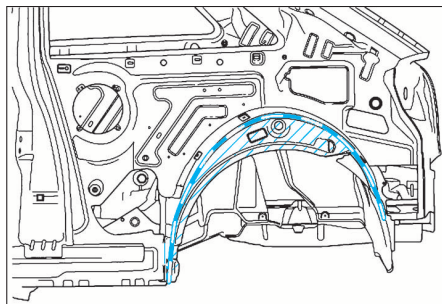

FIG. 24
- Effectuer la découpe de manière à pouvoir effectuer un soyage côté carrosserie (Fig.24).